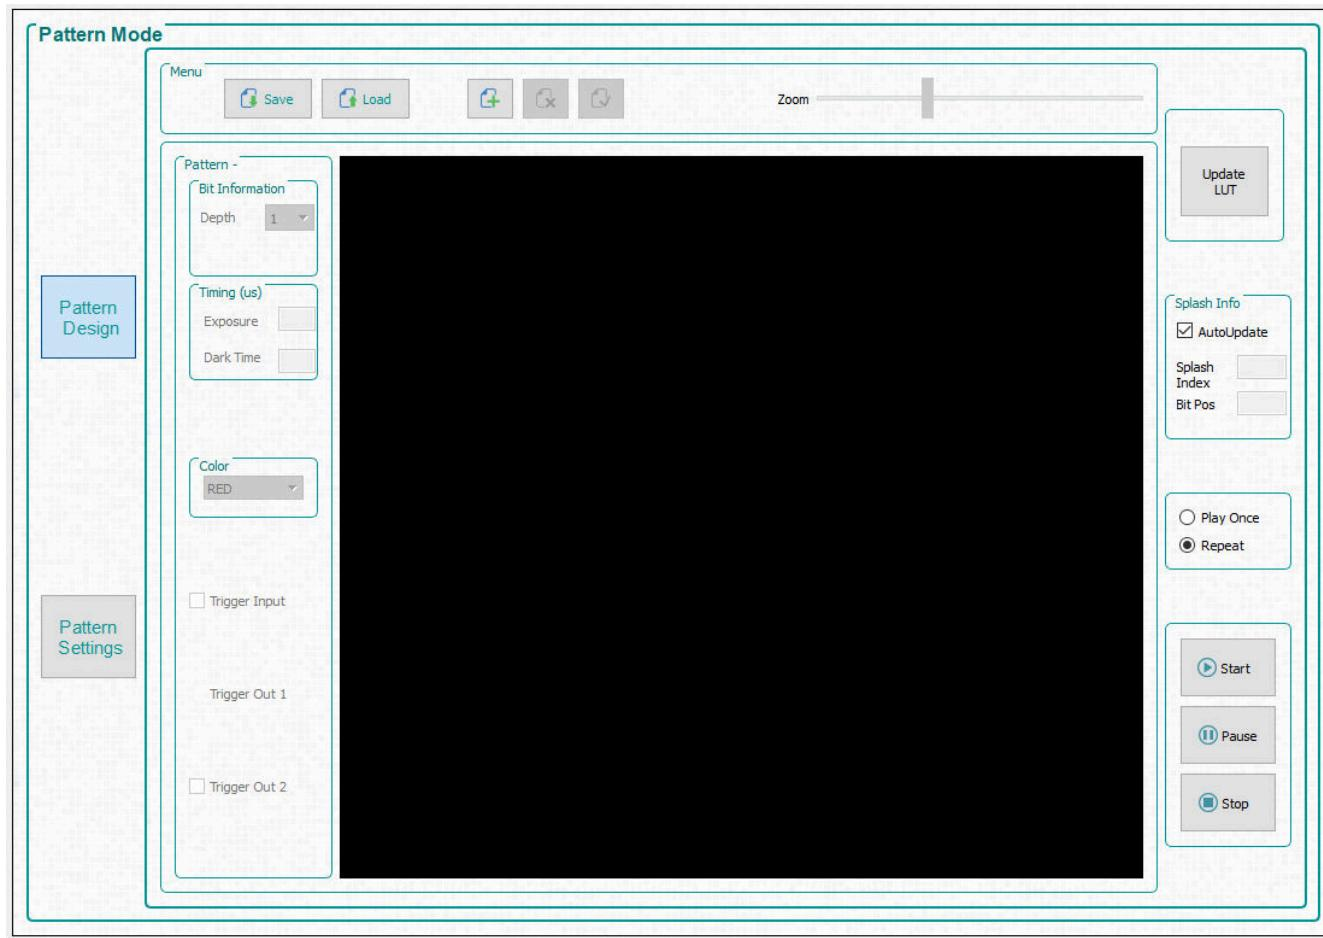

図 3-6. [Pattern Mode] デザイン パネル
GUI の上端にある [Pattern Mode] ボタンをクリックすると、図 3-6 に示す [Pattern Mode] パネルが表示されます。
2. 「Operating Mode」(操作モード) グループ ボックスから「Pattern On-The-Fly Mode」(パターン オン ザ フライ モード) を選択してから、「Pattern Design」(パターン デザイン) ボタンをクリックすると、図 3-6 に示すような大きな黒いパネルが表示されます。
4. 「**Operating Mode**」(操作モード) グループ ボックスから「**Video Pattern Mode**」(ビデオ パターン モード) を選択し、「**Pattern Design**」(パターン デザイン) ボタンをクリックすると、図 3-6 に示すような大きな黒いパネルが表示されます。